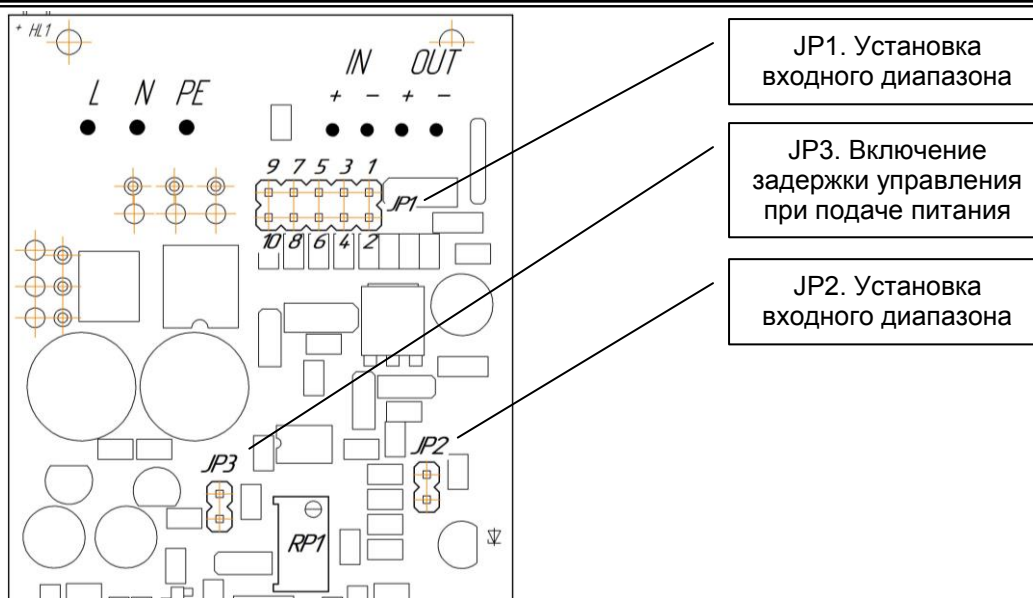

Рисунок 5.2 – Положение перемычек на плате блока БУС-31
5.2.2 Для переналадки блока на другие типы входного сигнала используйте рисунок 5.2 и таблицы 5.2.1 и 5.2.2.